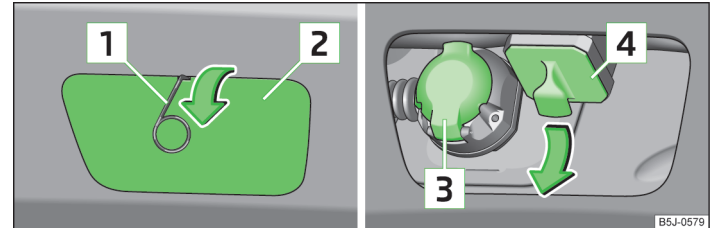
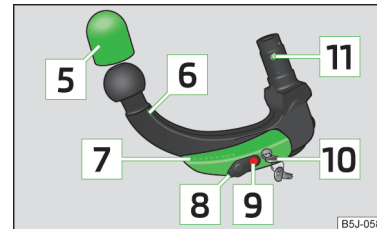

Abb. 103 Abdeckkappe abnehmen: am hinteren Stoßfänger / für den Aufnahmeschacht
Abb. 104 Kugelstange
Bildbeschreibung » Abb. 103 und » Abb. 104
- Die Abdeckkappe am hinteren Stoßfänger **2** » Abb. 103 auf Seite 123 mithilfe des Bügels zum Abziehen der Radvollblenden in Pfeilrichtung abnehmen.
- Die Abdeckkappe für den Aufnahmeschacht **4** » Abb. 103 auf Seite 123 in Pfeilrichtung abziehen » **i**.
Die Kappe **2** sowie die Kappe **4** » Abb. 103 auf Seite 123 nach dem Abnehmen an einer geeigneten Stelle im Gepäckraum aufbewahren.
- Die Abdeckkappe für den Aufnahmeschacht **4** » Abb. 103 auf Seite 123 entgegen der Pfeilrichtung einsetzen.
- Die Abdeckkappe am hinteren Stoßfänger **2** » Abb. 103 auf Seite 123 an die „Häkchen“ im unteren Stoßfängerbereich ansetzen.